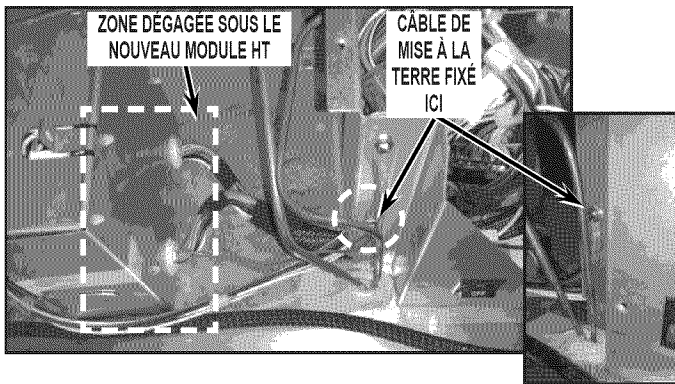

FIGURE 22
27. Fixer la platine de l'interrupteur retirée à l'étape 22 et fixer le câble de mise à la terre partant du nouveau module HT au trou de vis inférieur de la platine de l'interrupteur. Voir *Figure 22*.
28. Fixer 3 morceaux de ruban adhésif à double face sur le fond du nouveau module HT et le coller sur une zone dégagée à l'emplacement approximatif indiqué sur la *Figure 22*.